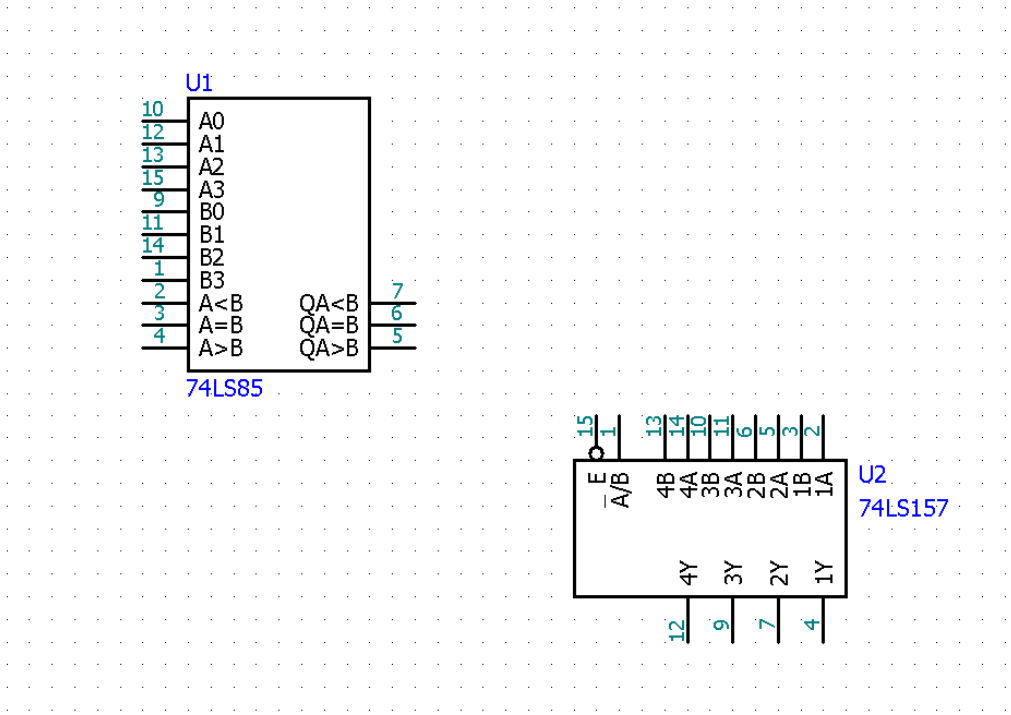

Figura 8.3: Diagrama elétrico do circuito principal.
1) Completar o diagrama elétrico – figura 8.3.
2) Indicar os níveis lógicos presentes nas principais partes internas do circuito, para cada um dos casos simulados no item (3) da Parte Prática. Explicitamente, indicar os níveis lógicos nos seguintes pontos: